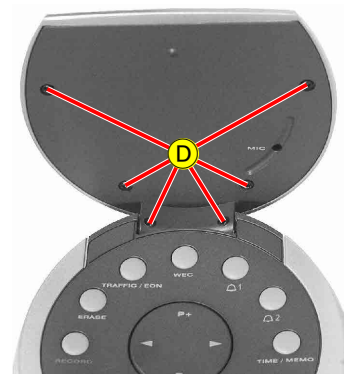

Fig. 3
- 6 Schrauben **D** (Fig. 3) herausdrehen.
- Undo 6 screws **D** (Fig. 3).